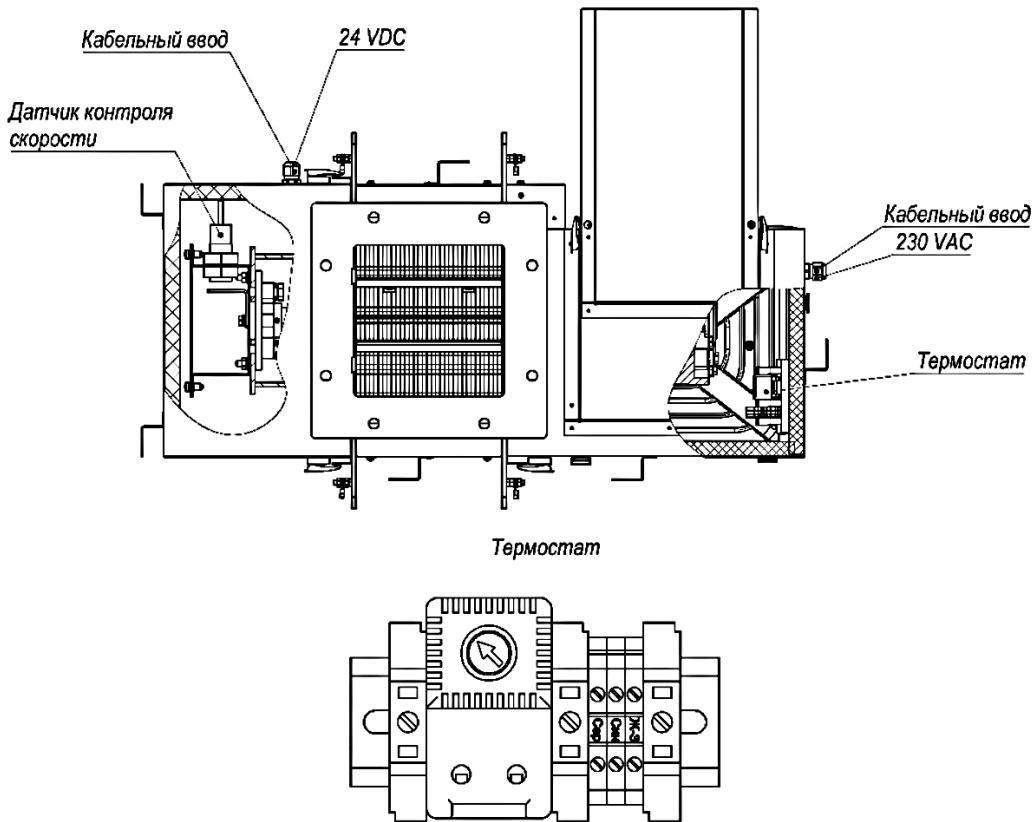

Рисунок 4
**Рисунок 4в**
5.2.6 При наличии комплектации с греющим кабелем и датчиком контроля скорости необходимо произвести их подключение к питающей сети и системе управления в соответствии с электрической схемой (рисунок 4).